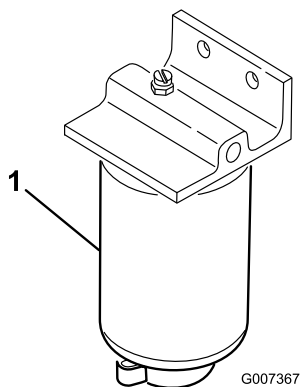

Figura 54
1. Coloque un recipiente limpio debajo del filtro de combustible (Figura 54).